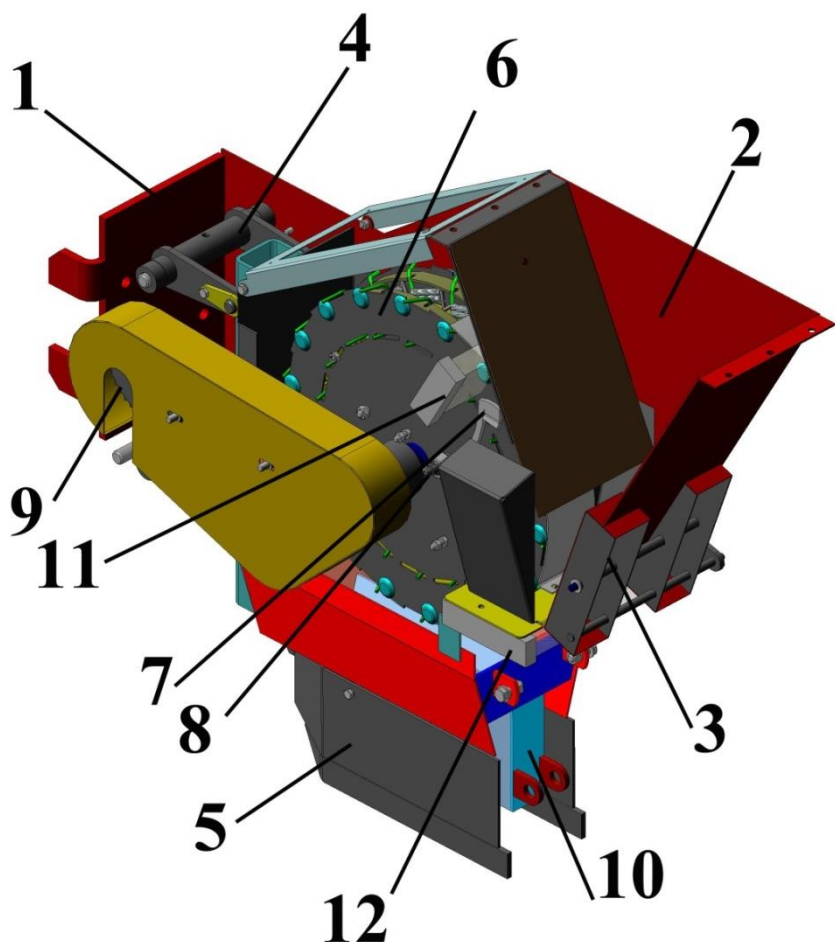

Рисунок 6 – Секция высевывающая
3.4 Основной частью высаживающей секции (рис. 6) является сварной корпус 1. В задней части корпуса расположен бункер 2 для посадочного материала с ворошителем 3, который служит для равномерного распределения семян в бункере.
3.9.3 В зависимости от размера фракции посадочного материала установите расстояние от поверхности высаживающего диска 6 (рис. 6) до щетки 11. Для установки требуемого расстояния отпустите гайки крепления щётки 11 и переместите щетку с пластиной крепления вдоль шпилек. При использовании фракции с большим размером лукович для предотвращения преждевременного открытия ложечки расстояние от щетки 11 до поверхности высаживающего диска 6 должно быть увеличено.